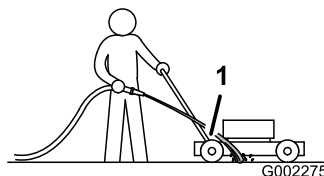

Figura 35
3. Sujete la manguera a la altura del manillar y dirija el agua para que fluya sobre el suelo justo por delante de la rueda trasera derecha (Figura 35).